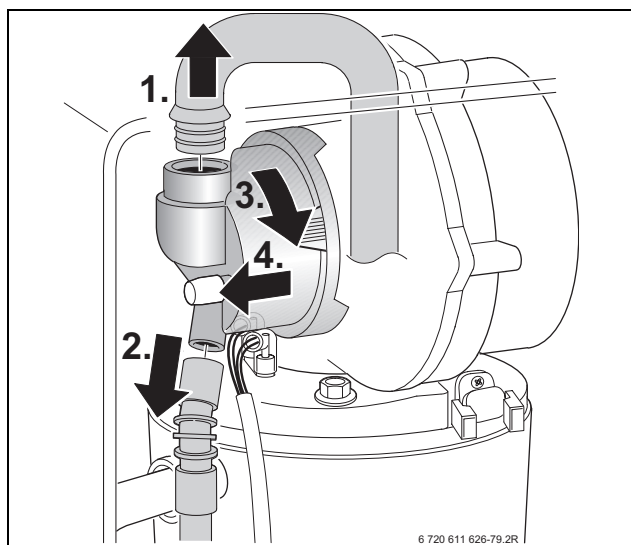

Fig. 49
- Smontare il miscelatore (per le operazioni appena descritte seguire le fasi 1, 2, 3, 4 indicate nella fig. 49).
- Togliere il coperchio fig. 49.